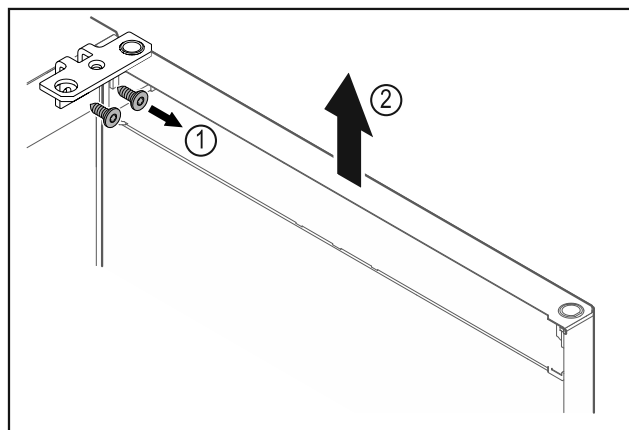

Fig. 9
- Noskrūvējiet lokāmos kronšteinus Fig. 9 (1).
- Paceliet durvis kopā ar lokāmajiem kronšteinu Fig. 9 (2) apmēram 200 mm taisni uz augšu un noņemiet tās.